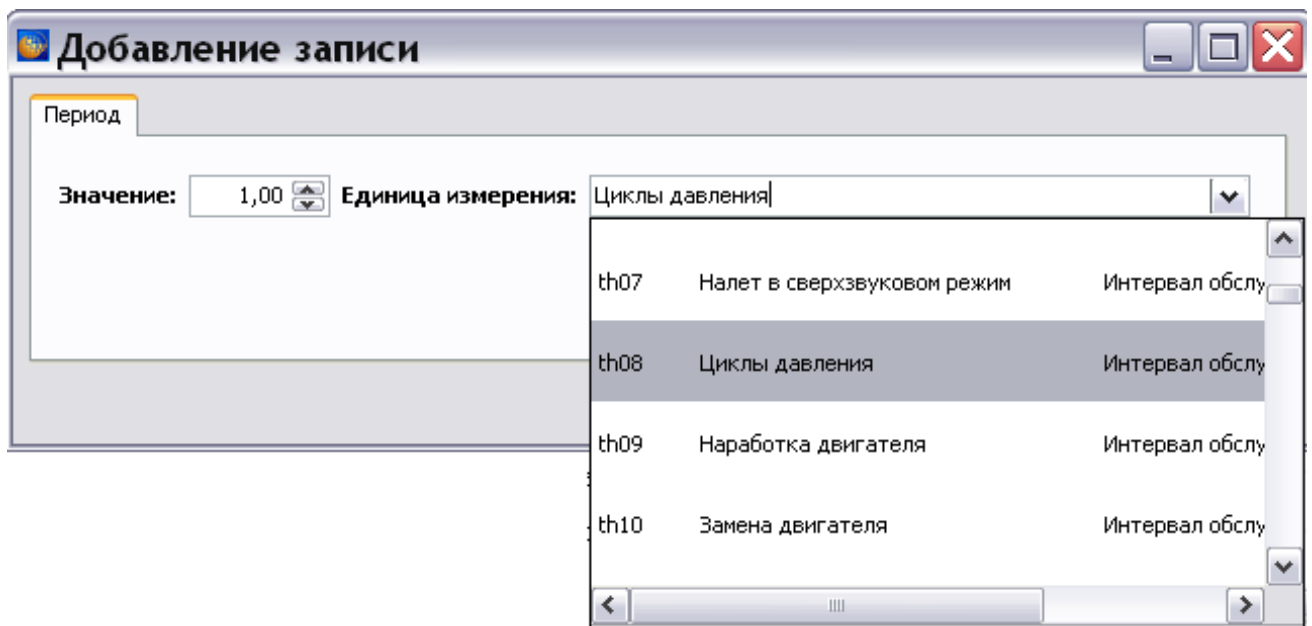

Рисунок 356
3) В поле **Единица измерения** вводится единица измерения интервала обслуживания. Можно начать вводить наименование единицы измерения с клавиатуры. Если *система* «знает» такую единицу, то будет открыто окно с единицами измерения, в названиях которых присутствуют введенные символы (символ) (рисунок 356).